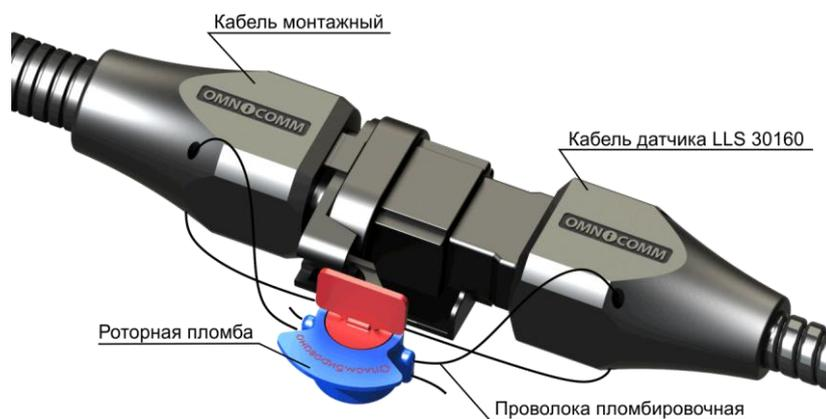

Рисунок 34
Для датчика уровня топлива LLS30160 установить защитную пломбу на разъем (Рисунок 34).
- 1) Продеть пломбирочную проволоку через отверстия разъема изделия и ответного разъема, таким образом, чтобы проволока проходила с разных сторон разъемов (Рисунок 34).